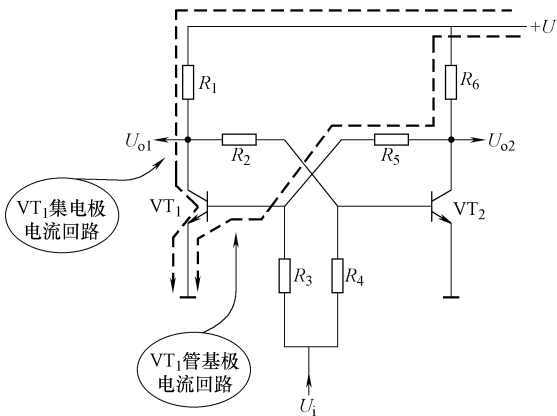

图 12-36  $VT_1$  管直流电流回路示意图
1)  $VT_1$  管直流电路分析。如图12-36所示是 $VT_1$ 管直流电流回路示意图。